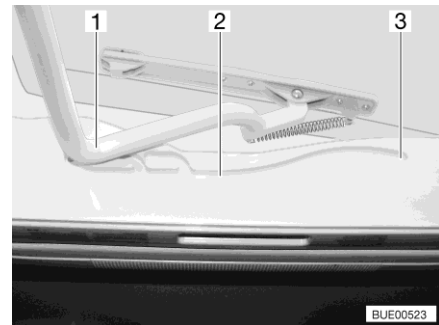

Bild 23 Spår (Heki-taklucka)
- Dra in bygel (Bild 23,1) i spår (Bild 23,2) till den bakersta positionen (Bild 23,3).
- Tryck bygel (Bild 23,1) lätt uppåt med båda händerna.
- Drag bygel till önskad position i spåret (Bild 23,2).